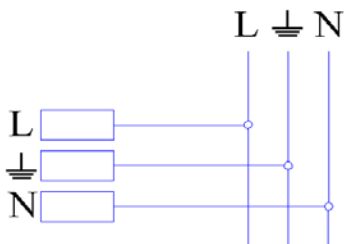

Рис. 2. Схема подключения светильника
- 4.3 Схема подключения приведена на рис. 2.